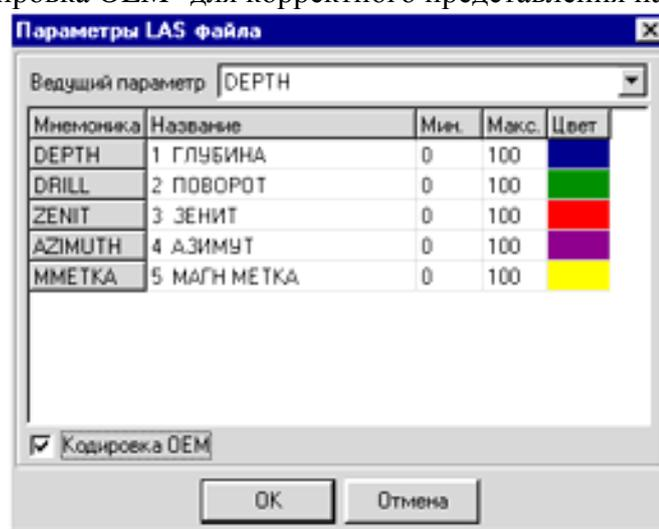

Рис. 2.16
1. Создать пустую форму. Открыть нужный LAS-файл, нажав на иконку с изображением открытой папки. Появляется окно "Параметры LAS-файла" (рис.2.16), в котором задается название, под каким параметр будет виден в GeoSight, значение минимума и максимума для него и цвет кривой. Если LAS-файл был создан DOS - программой, то нужно включить переключатель "Кодировка OEM"